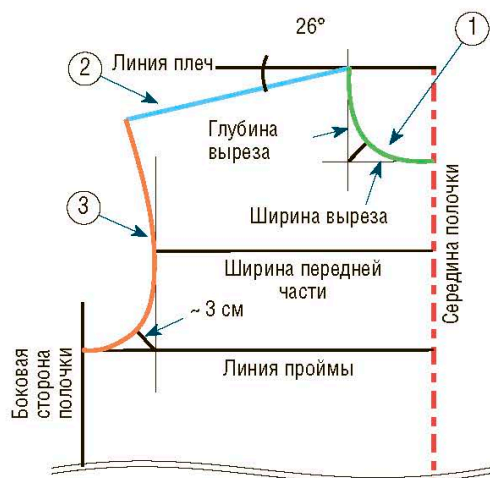

Рис. 3
① На линии плеча, начиная от середины полочки, отметьте ту же мерку ширины выреза, что и на спинке ($1/6$ обхвата шеи + 1 см), и начертите короткую вертикальную линию. Что касается глубины, нужно прибавить 2 см к $1/6$ обхвата шеи ($7 + 2 = 9$ см), а потом нарисовать горизонтальную линию на уровне этой мерки. Отметьте значение 2,5 см на биссектрисе угла, который образуется пересечением линий ширины и глубины выреза, а затем начертите изгиб выреза (зеленая линия на рис. 3).
② При помощи транспортира отметьте угол 26° на линии плеча, затем начертите прямую линию, длина которой равна длине плеча (голубая линия).
③ Чтобы начертить изгиб проймы (оранжевая линия), сначала нужно нарисовать биссектрису длиной около 3 см от угла между линией ширины и линией проймы. Затем проведите прямую линию, которая соединит крайнюю точку линии плеча с крайней точкой ширины, продолжите линию проймы в форме изгиба, ориентируясь на длину ранее нарисованной биссектрисы. Изгиб проймы должен заканчиваться на линии проймы прямым участком длиной около 1 см.